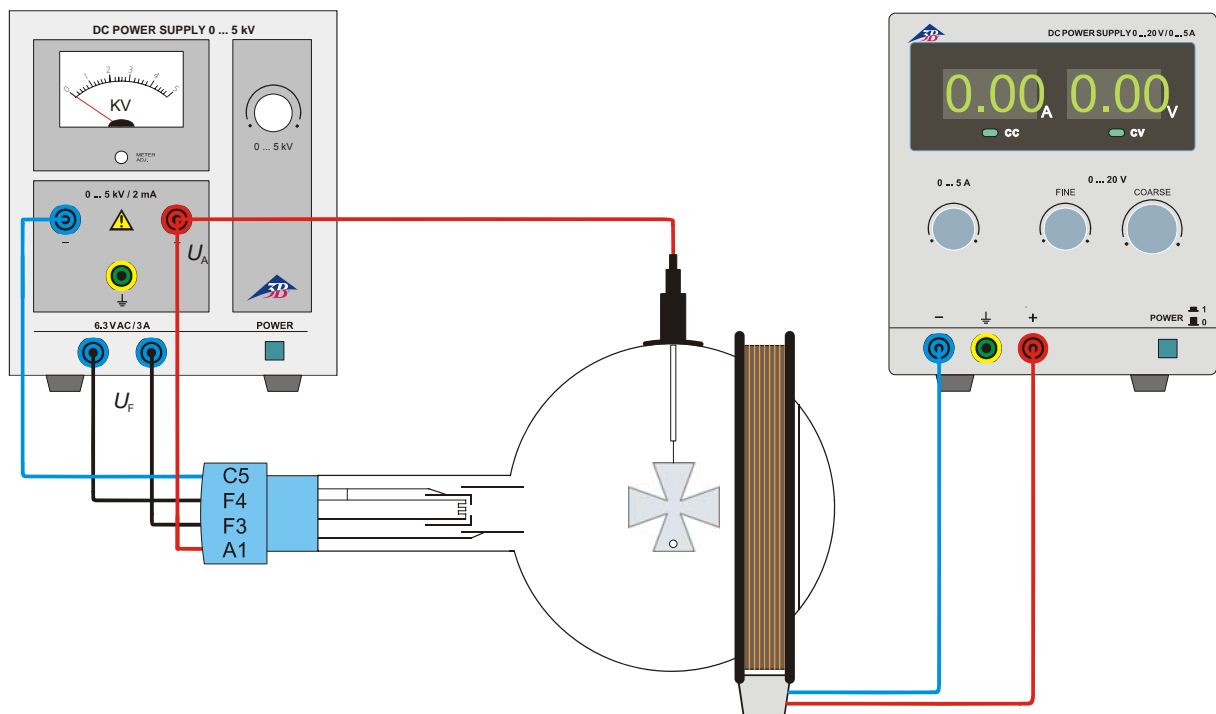

Fig.2 Introducción a la óptica electrónica
- Realice el cableado del tubo de acuerdo con la Fig. 2.